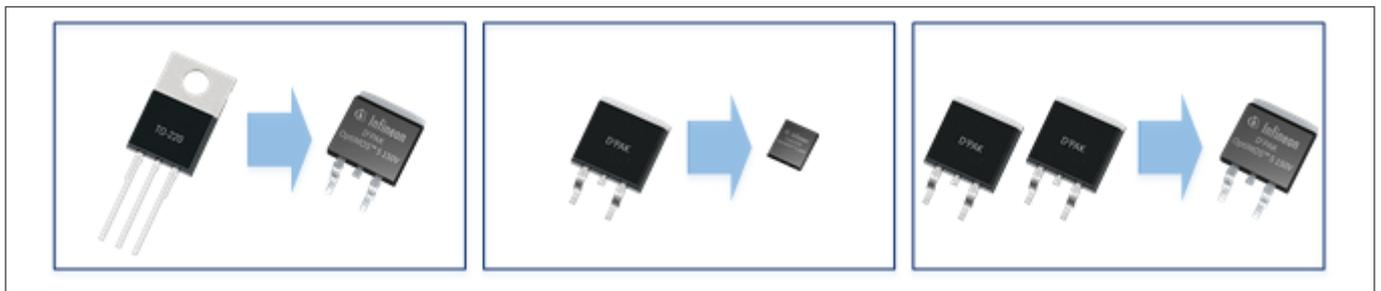

Figure 2 OptiMOS™ 5 150 V 的封装优化
- 2) 根据应用的不同，现在可以使用更小的封装（例如以 SuperSO8 代替 D²PAK，图 2）
优化电路的另一种可能情况是在电源的次级侧采用 MOSFET 进行全桥整流，以减少损耗，这时候就可能需要 75 V 或 80 V 开关管（图 2）。现在可以避免全桥整流的最大缺点（高边侧或半桥驱动器的使用）。OptiMOS™ 5 150 V 较低的 $R_{DS(on)}$ 只使用低边开关和相对便宜的驱动器，简化解方案并降低花费